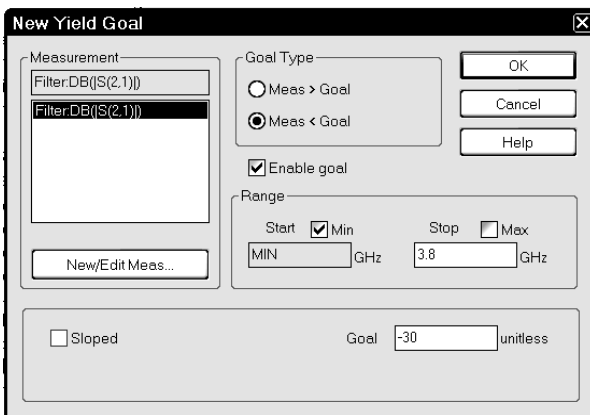

Рис. 3.45
2. Сделайте активным окно графика и установите цели статистического анализа. Для этого щёлкните правой кнопкой мышки по группе **Yield Goals** в левом окне проекта. Откроется диалоговое окно **New Yield Goal** (рис.3.45). Отметьте **Meas<Goal**. Снимите “галочку” в поле **Start Max**, и введите нижнюю частоту заграждения **3.8** ГГц. В поле **Goal start** введите **-30**. Нажмите **OK**. Снова щёлкните правой кнопкой мышки по группе **Yield Goals**. Отметьте **Meas>Goal**. Снимите “галочку” в полях **Start Min** и **Start Max**, и введите соответственно нижнюю частоту заграждения **4** ГГц и верхнюю **4.4** ГГц. В поле **Goal start** введите **-1**. Нажмите **OK**.